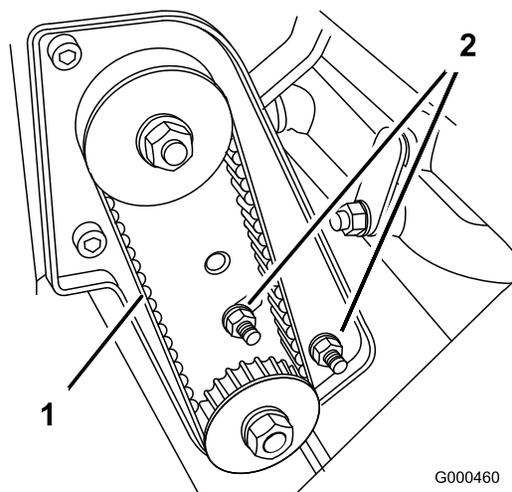

図 43
- A. ベアリング・ハウジング取り付けナットをゆるめる (図 43)。
- C. トルクレンチの設定が狂わないように注意しながら、ベアリング・ハウジング取り付けナットを締め付ける (図 43)。ベルトを締め付けすぎないように注意する。